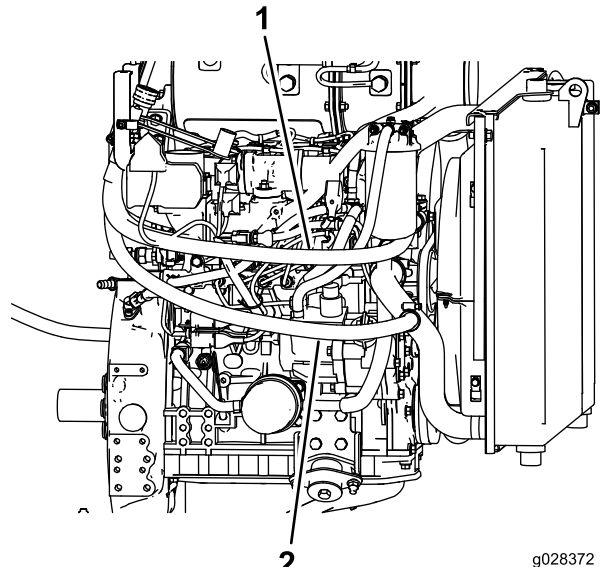

Figura 19
- Encaminhe a mangueira pelo motor (Figura 19).